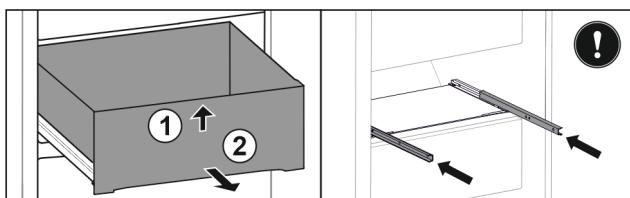

Fig. 147
- Nadvihnite zásuvku vpred. Fig. 147 (1)
- Odoberte zásuvku dopredu. Fig. 147 (2)